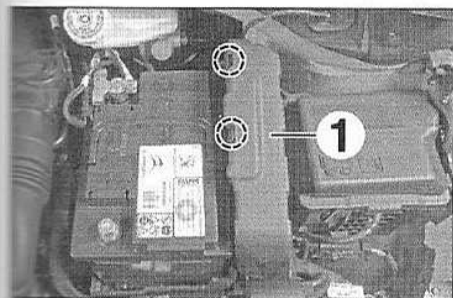

FIG.41
- Déposer le cache (1) du calculateur de gestion moteur (Fig.41).